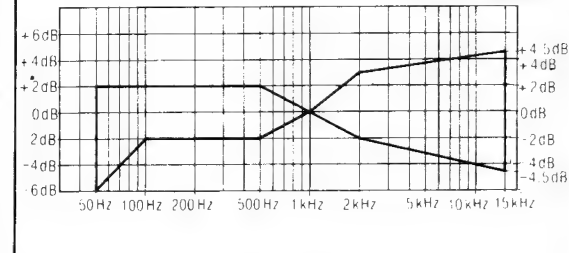

Fig. 14
7. Cambiar la cinta de prueba a QZZCRX y grabar señales de 50Hz, 100Hz, 200Hz, 500Hz, 1kHz, 4kHz, 8kHz, 10kHz y 15kHz. Luego, reproducir las señales y comprobar si la curva está dentro de los límites mostrados en el gráfico de respuesta de frecuencia total para las cintas CrO2 (Fig. 14).
8. Cambiar la cinta de prueba a QZZCRZ, y grabar señales de 50Hz, 100Hz, 200Hz, 500Hz, 1kHz, 4kHz, 8kHz, 10kHz y 15kHz. Luego, reproducir las señales y comprobar si la curva está dentro de los límites mostrados en el gráfico de respuesta de frecuencia total para las cintas de Metal (Fig. 14).